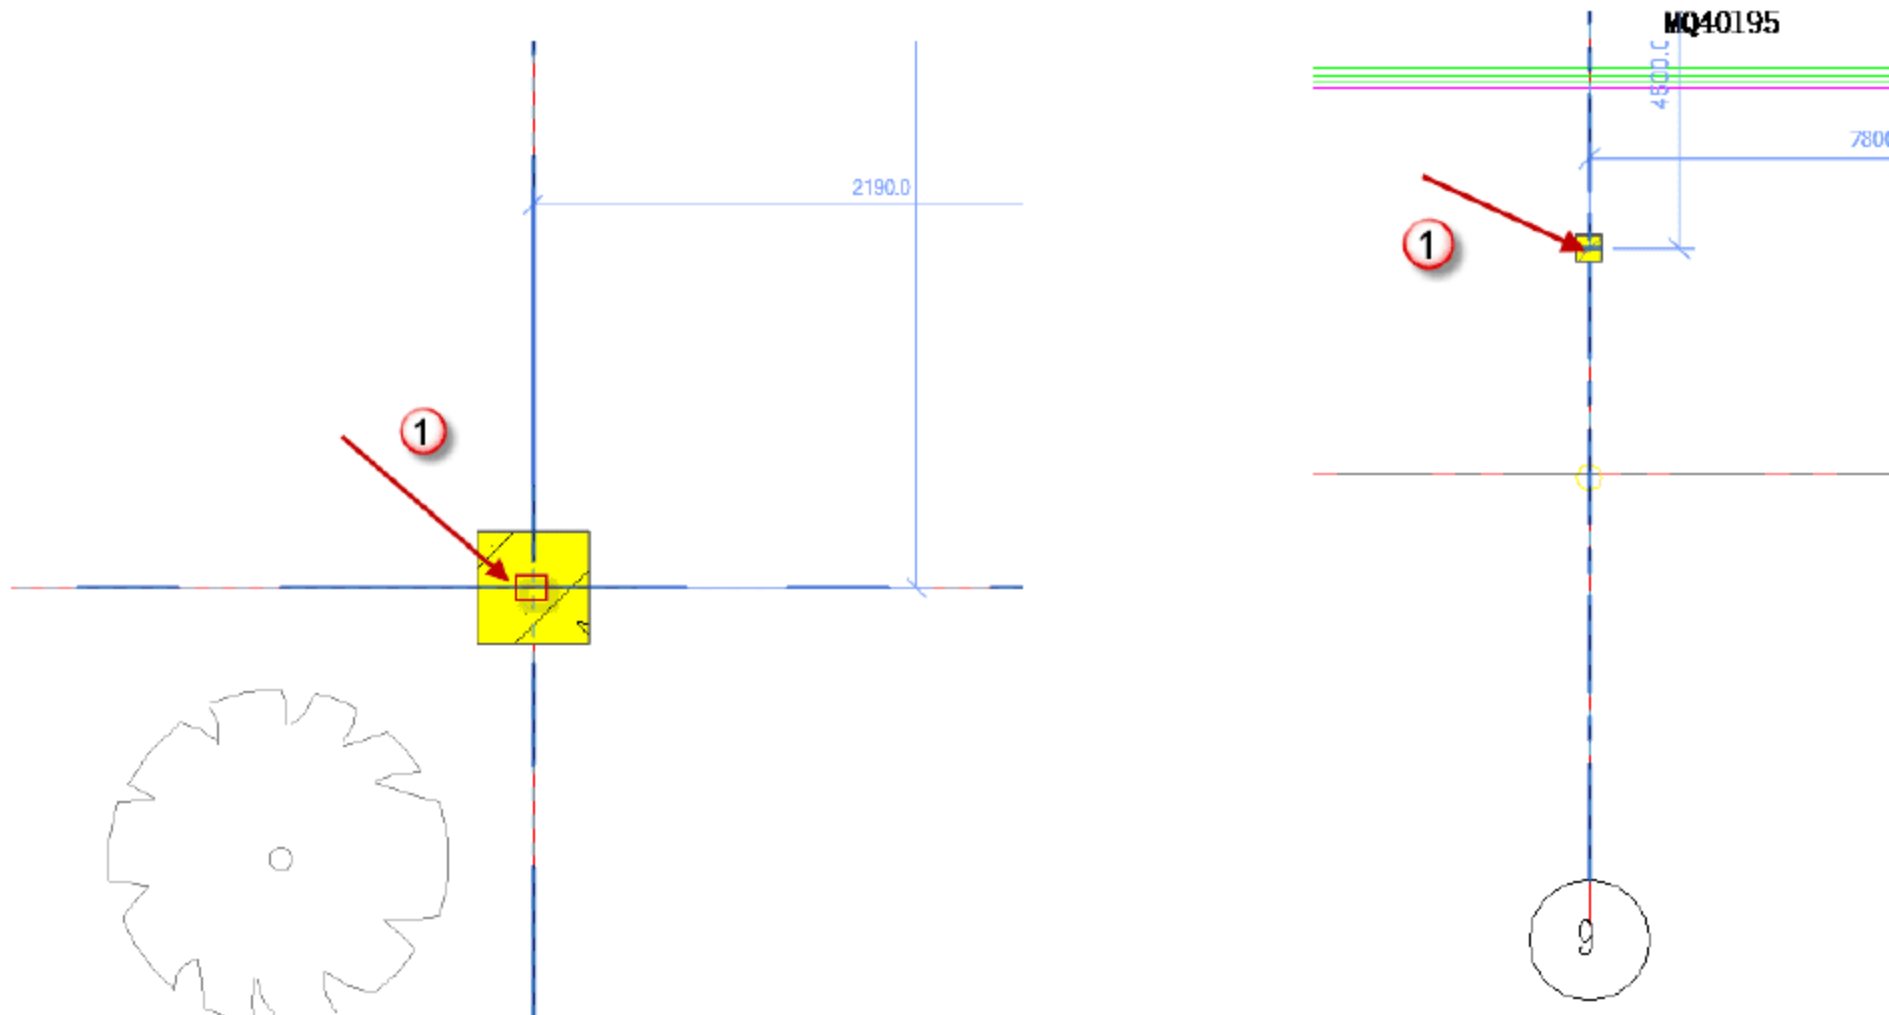

图 10.2.77 “350\*350”矩形柱的绘制部分对齐点 图 10.2.78 “350\*350”矩形柱的绘制部分对齐点
(13) C 轴和 1/4 轴相交处“350\*350”建筑柱的绘制。选择“建筑”→“柱”→“建筑柱”命令，选择“350\*350”建筑柱，将高度改为到“屋顶”（由于本食堂项目 1、2、3 层柱子几乎相同，这里所有柱子都直接画到屋顶层，后面再做局部修改）。将光标对准如图 10.2.77 所示 C 轴和 1/4 轴相交点，再单击对齐。
(14) C 轴和 1/4 轴相交处“350\*350”建筑柱的绘制。选择“建筑”→“柱”→“建